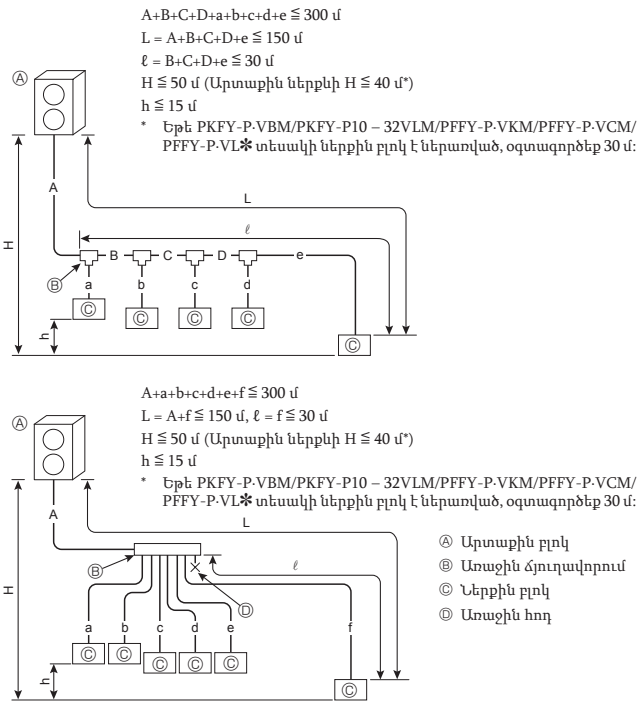

Fig. 4-1
4.2.1. Միացում առանց ճյուղավորիչ տուփի (Fig. 4-1)